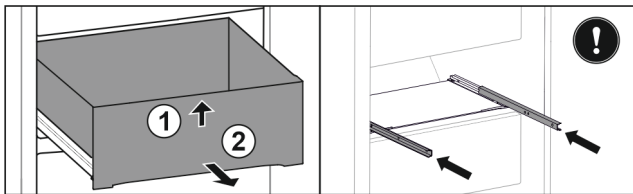

Fig. 34*
- ▶ Soulever la partie avant du tiroir Fig. 34 (1).*
- ▶ Sortir le tiroir par l'avant Fig. 34 (2).*